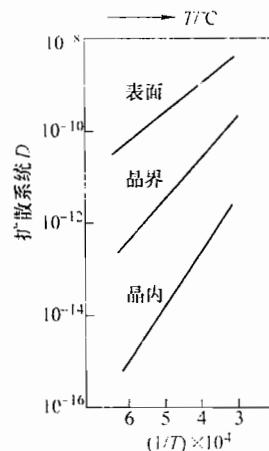

图 10-3 第六题第 2 小题图
2. 图 10-3 为测出的钛在不同温度及以不同方式扩散时扩散系数与温度的关系，从该实验数据图中能得出哪些信息？